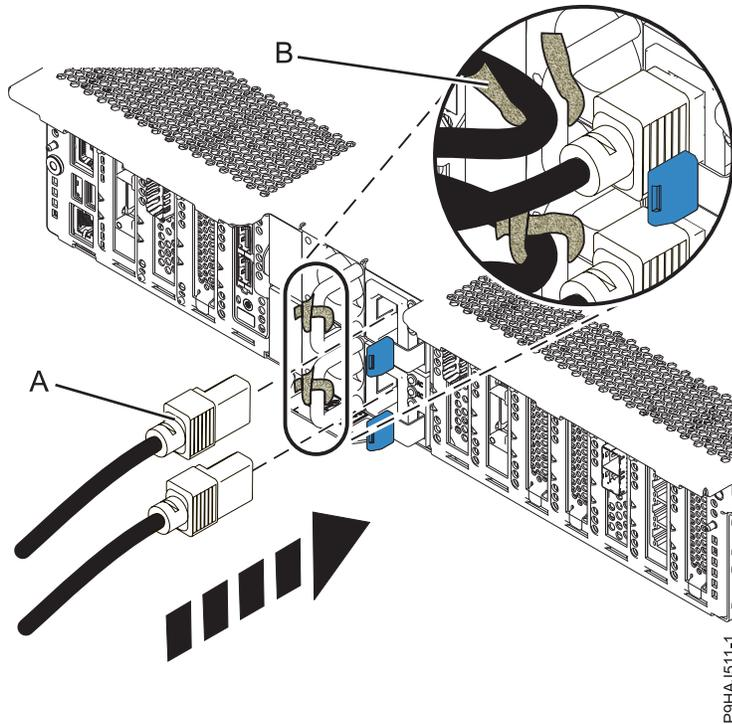

Figura 43. Conectando os Cabos de Energia
2. Usando seus rótulos, reconecte os cabos de energia **(A)** à unidade de sistema. Prenda os cabos de energia ao sistema usando as fitas de velcro **(B)** conforme mostrado em Figura 43 na página 61.